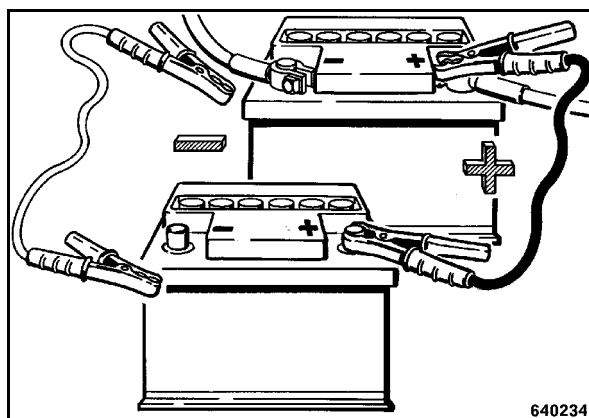

Рис. 143
- При запуске с помощью вспомогательной аккумуляторной батареи сначала соединить положительные полюсы (Рис. 143), а затем отрицательные полюсы (массовый провод).